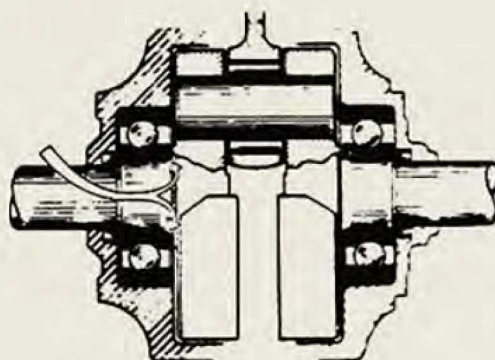

figure 2
- Engager un roulement sur une soie de vilebrequin le grand chanfrein côté masse (fig 2)